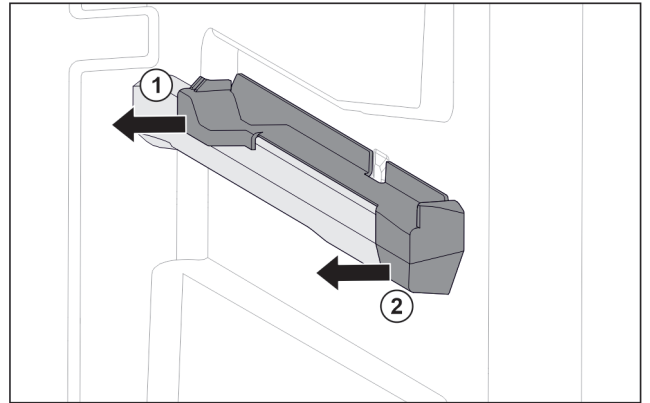

Fig. 74 Insteekelement op rechter containerrib
- ▶ Insteekelement achter naar de zijkant toe eraf trekken. Fig. 74 (1)
- ▶ Insteekelement voor naar de zijkant toe eraf trekken. Fig. 74 (2)